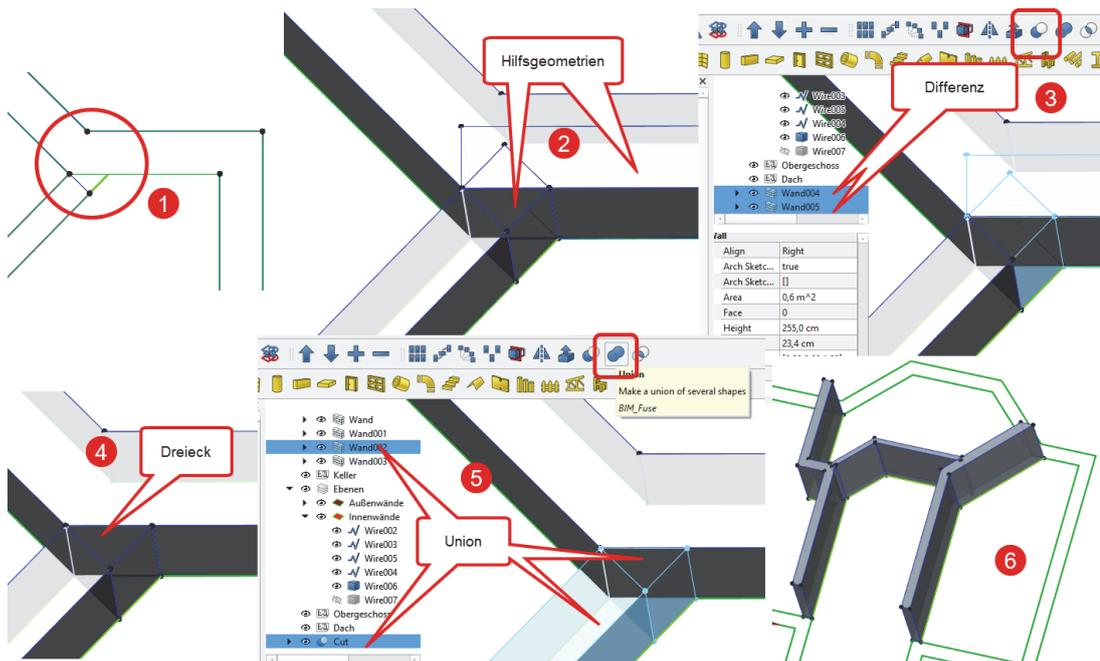

Abb. 30: Korrektur für Wandverschnitt
Am rechten Ende einer Innenwand gibt es noch ein Problem, weil da ein dreieckiger Verschnitt nötig ist ❶ (Abbildung 30). Hier können Sie zwei passende 24er-Wände zunächst als Hilfsgeometrien zeichnen ❷. Aus den beiden Teilen bilden Sie mit  ❸ den dreieckigen Verschnittkörper ❹. Diesen vereinigen  ❺ Sie mit dem größeren Teil der Wand und erhalten alle drei Innenwände in der gewünschten Form ❻.